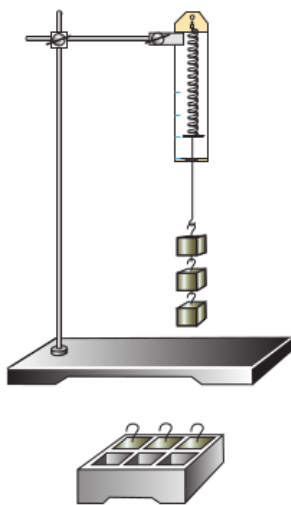

Рис. 198
2. Подвесьте к крючку динамометра последовательно один груз, два, три и четыре груза (рис. 198). Считайте, что на один груз действует сила тяжести, равная 1 Н. Положение указателя динамометра для каждого случая отметьте горизонтальным штрихом.